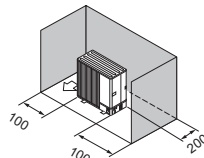

Fig. 2-8
- (3) Obstructions ou surfaces non dégagées à l'arrière et sur les côtés uniquement (Fig. 2-8)